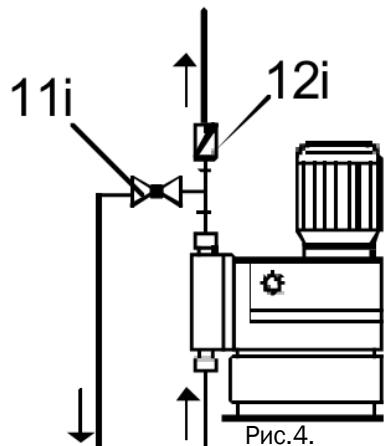

Рис.4.
- Для облегчения деаэрации дозирующей головки установите шаровой клапан (11i) с байпасной линией (назад в дозирующий бак) непосредственно после нагнетательного клапана (рис. 4).
- В случае длинных нагнетательных линий, установите в нагнетательную линию обратный клапан(12i) (рис.4).